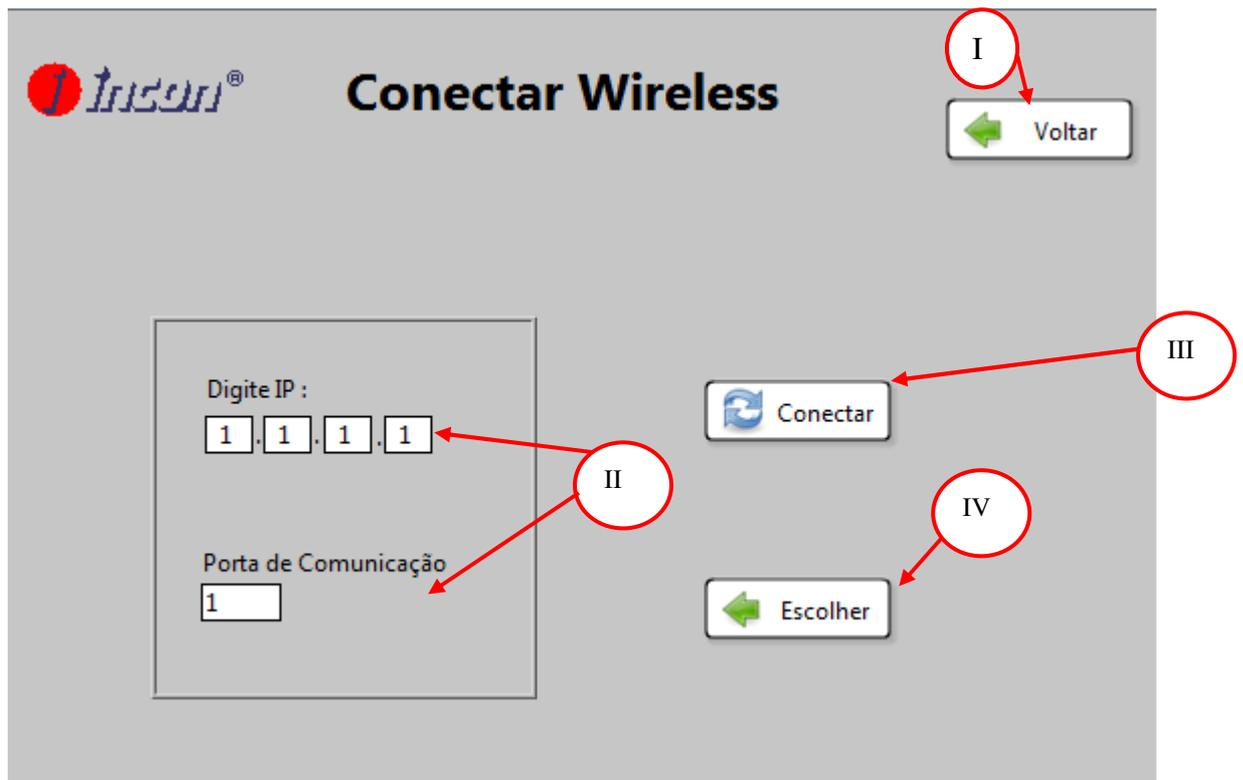

Figura 20: Conectar por wireless manualmente.
- III. **Digitar:** parecido com o descrito acima. A diferença é que no método acima os valores das configurações de rede já foram configurados corretamente. Já neste novo, todos os parâmetros da rede devem ser digitados. Para isso o software disponibiliza a seguinte janela (figura 20):
- 2) **Trocar IP:** Desconecta do controlador atual para conectar a um novo controlador. A Janela que abra é a mesma da Figura 20.